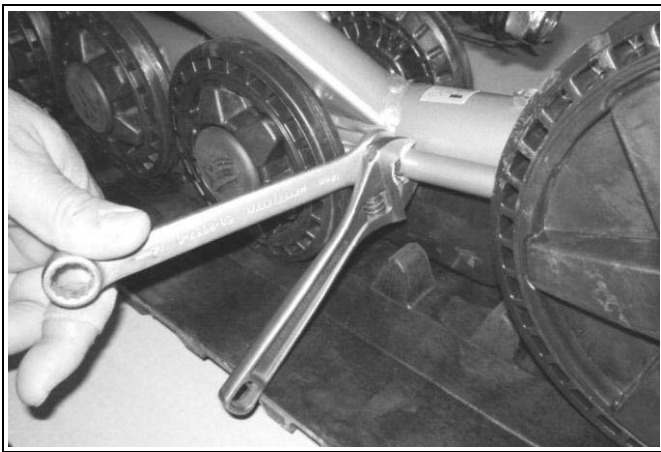

Abbildung 15
- Stellen Sie die Spannung der Gummikette auf den Minimalwert ein (siehe Abbildung 15).